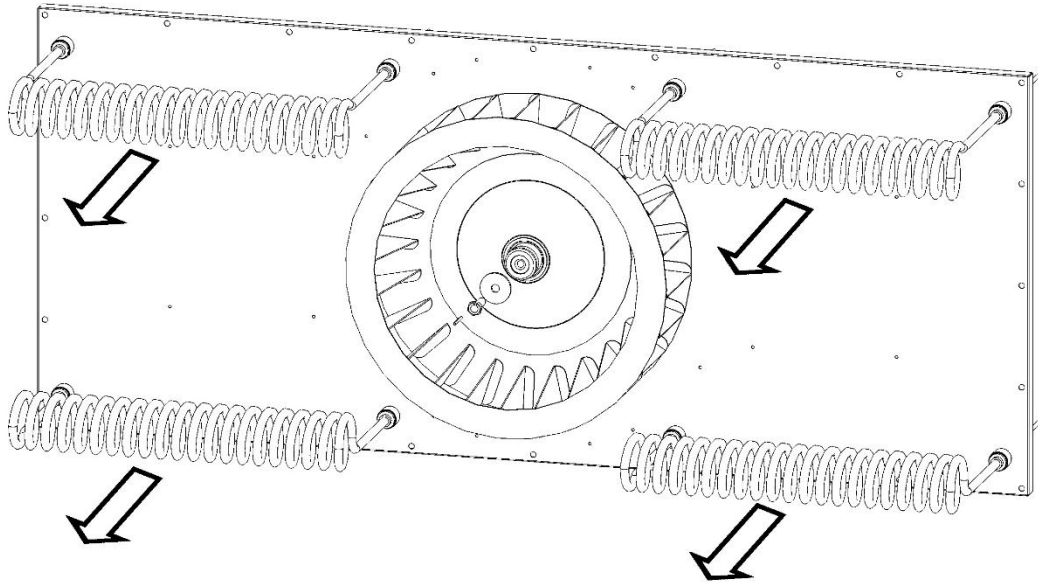

Fig.8
1. Svitare i dadi che fissano le resistenze e sfilarle frontalmente (Fig.8)
Toccare e scorrere sulla fascia circolare in senso orario o antiorario per modificare il parametro (Fig.8).